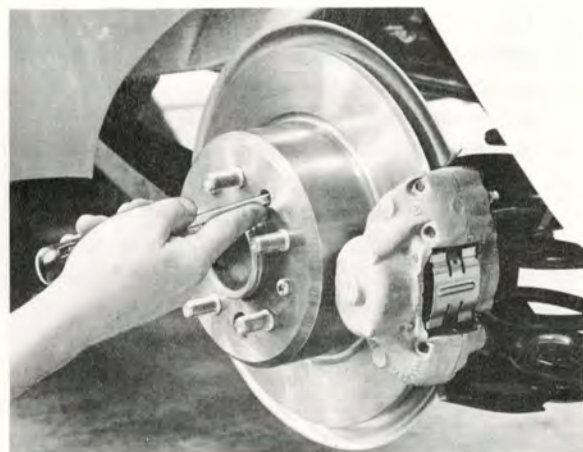

Bild 5-16.
4. Ställ bromstrumman så att dess häl kommer mitt för justerskruven och justera ut backarna genom att vrida runt justeringens tandhjul med en skruvmejsel (bild 5-16). Avbryt ansättningen när trumman nått och jämnt kan vridas runt, och vrid därefter tillbaks justeringen 4-5 kuggar. Dra runt bromstrumman och kontrollera att backarna inte "draggar". Om så är fallet släpps ytterligare 2-3 kuggar på justeringen.
13. Ställ bromstrumman så att dess hål kommer mitt för justerskruven och justera ut backarna genom att vrida runt justeringens tandhjul med en skruvmejsel (bild 5-16). Avbryt ansättningen när trumman nätt och jämnt kan vridas runt, och vrid därefter tillbaks justeringen 4-5 kuggar. Dra runt bromstrumman och kontrollera att backarna inte "draggar". Om så är fallet släpps ytterligare 2-3 kuggar på justeringen.
22. Ställ bromstrumman så att dess hål kommer mitt för justerskruven och justera ut backarna genom att vrida runt justeringens tandhjul med en skruvmejsel (bild 5-16). Avbryt ansättningen när trumman nått och jämnt kan vridas runt och vrid därefter tillbaks justeringen 4-5 kuggar. Dra runt bromstrumman och kontrollera att backarna inte "draggas". Om så är fallet släpps ytterligare 2-3 kuggar på justeringen.